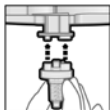

Рис. 2
3. Наденьте один из смешивающих наконечников Dynamix на выходные отверстия картриджа (Рис. 2)